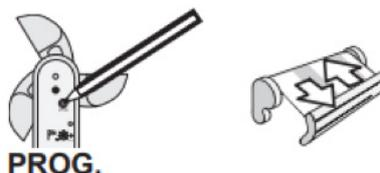

Imagen 41: Botón de programación del sensor viento y movimiento de subida y bajada de motores “iclack-clack!”.
6. Pulsar brevemente el botón de programación (PROG. - imagen 41) del sensor de viento Eolis IO, hasta escuchar de nuevo el mismo sonido de los motores “iclack-clack!”.